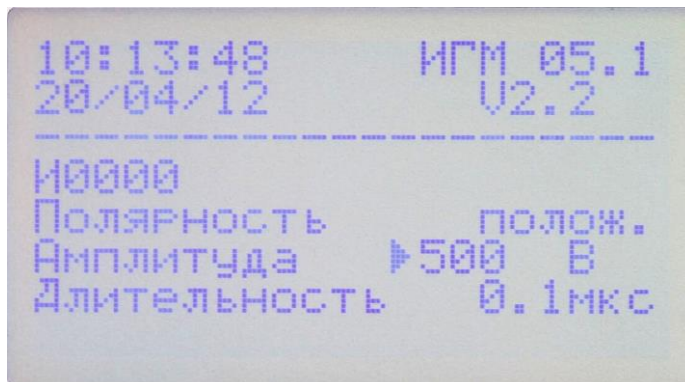

Рисунок 3
7.4. Амплитуда выходных импульсов устанавливается при помощи кнопок клавиатуры «+» и «-». Курсор должен находиться в строке «Амплитуда» (см. рисунок 3). При этом можно выбрать значения от 5В до 500В, шаг установки амплитуды импульса напряжения 1В. При продолжительном удерживании кнопки клавиатуры «+» или «-», шаг установки амплитуды импульса напряжения станет 10В.